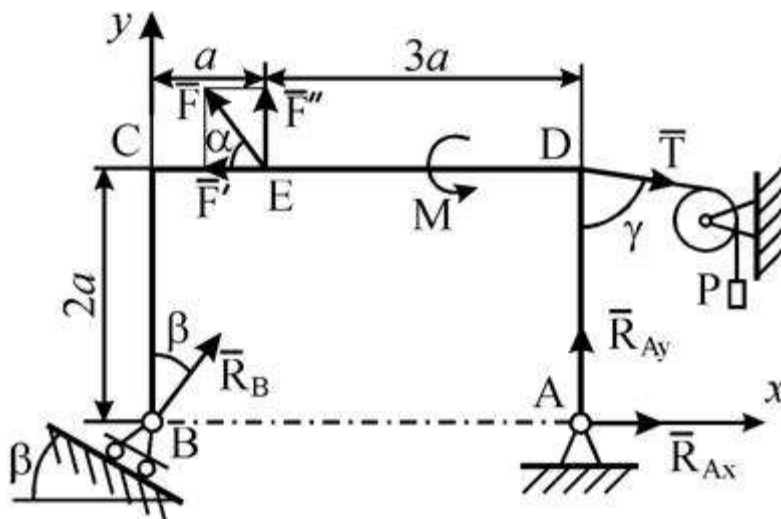

Рис. 19
**Пример 7.** Жесткая рама  $ABCD$  (рис. 19) имеет в точке  $A$  неподвижную шарнирную опору, а в точке  $b$  - подвижную шарнирную опору на катках. Все действующие нагрузки и размеры показаны на рисунке.
**Ответ:**  $X^A = -8,5 \text{ кН}$ ;  $Y^A = -23,3 \text{ кН}$ ;  $R^B = 7,3 \text{ кН}$ . Знаки указывают, что силы  $X_A$  и  $Y_A$  направлены противоположно силам, показанным на рис. 19.